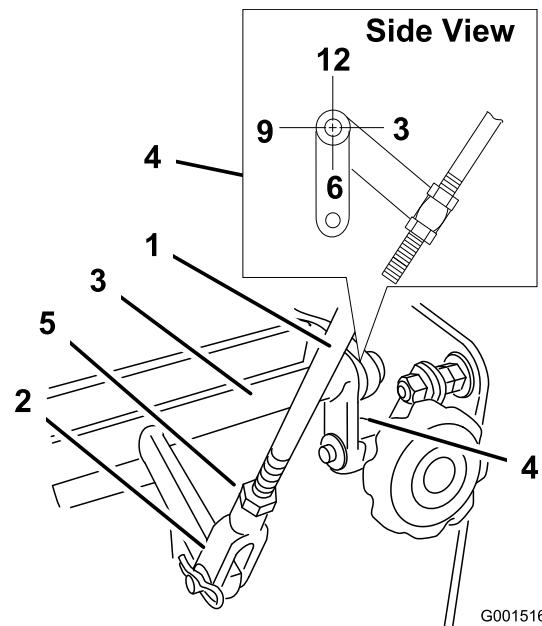

Figure 32
4. Vérifiez l'orientation des languettes aux extrémités de la manivelle de commande de vitesse. Ces languettes doivent être orientées vers le bas et à la position 6 heures approximativement (Figure 32).
5. Ajustez la chape filetée au bas de la tringlerie de commande de vitesses jusqu'à ce que les languettes soient placées à la position 6 heures (Figure 32).